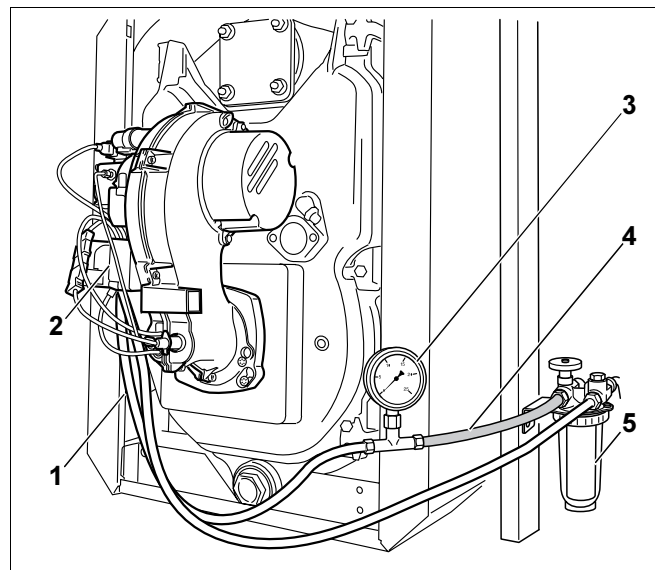

Fig. 14 Filtru de combustibil lichid, vacuummetru și furtun transparent
- Vacuummetrul (Fig. 14, **Poz. 3**) cu furtun transparent (Fig. 14, **Poz. 4**; accesorii), se montează după cum este reprezentat în figura 14, între filtrul de combustibil lichid (Fig. 14, **Poz. 5**) și conducta de absorbție (Fig. 14, **Poz. 1**) a combustibilului lichid.
- Automatele de ardere pe combustibil lichid (Fig. 14, **Poz. 2**) se scot din soclu.
- Se controlează dacă combustibilul lichid absorbit prin furtunul (Fig. 14, **Poz. 4**) transparent prezintă bule de aer.
- Se închide robinetul de închidere al filtrului de combustibil lichid (Fig. 14, **Poz. 5**, pagina 21) și se demontează furtunul transparent (Fig. 14, **Poz. 4**, pagina 21) cu (Fig. 14, **Poz. 3**, pagina 21) vacuummetru.
- Se înșurubează conducta de absorbție a combustibilului lichid (Fig. 14, **Poz. 1**, pagina 21) la racordul filtrului de (Fig. 14, **Poz. 5**, pagina 21) combustibil lichid.
- Se deschide robinetul de închidere de la filtrul (Fig. 14, **Poz. 5**, pagina 21) de combustibil lichid.